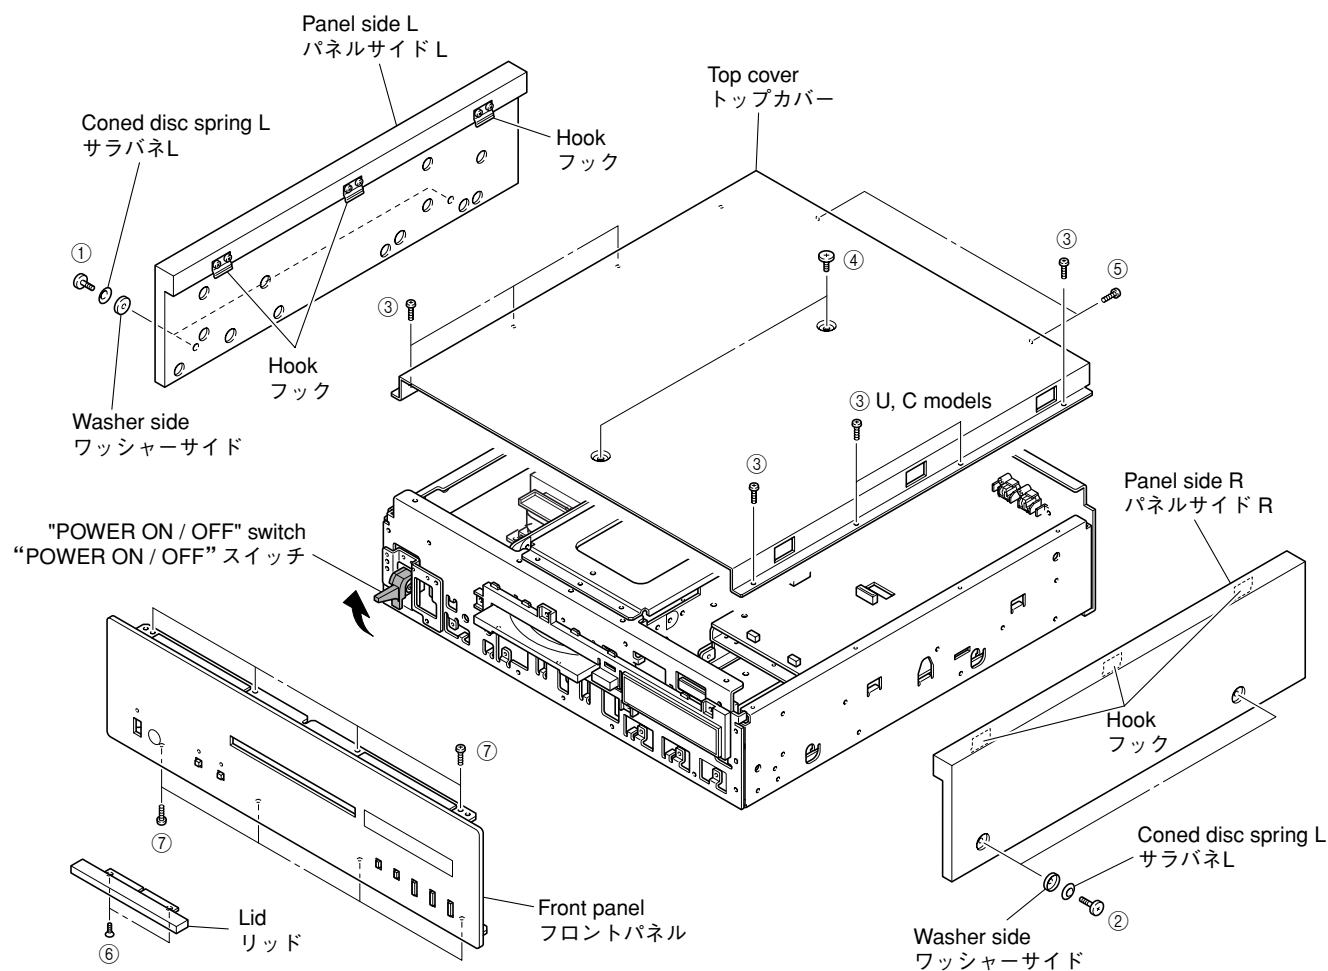

Fig. 1
- Remove 2 screws (①), coned disc spring L and washer side. (Fig. 1)
- Lift the panel side L a little, release hooks at 3 locations and then remove the panel side L. (Fig. 1)
- Remove 2 screws (②) and then remove 2 washers. (Fig. 1)
- Lift the panel side R a little, release hooks at 3 locations and remove the panel side R. (Fig. 1)
- ①のネジ2本、サラバネL、ワッシャーサイドを外します。(Fig. 1)
- パネルサイドLを少し持ち上げ、3ヶ所のフックを外し、パネルサイドLを取り外します。(Fig. 1)
- ②のネジ2本を外し、ワッシャーサイド2個を外します。(Fig. 1)
- パネルサイドRを少し持ち上げ、3ヶ所のフックを外し、パネルサイドRを取り外します。(Fig. 1)
- Remove 7 (U, C models) / 5 (R, T, K, A, B, G, L models) screws (③), 2 screws (④) and 2 screws (⑤). (Fig. 1)
- Remove the top cover. (Fig. 1)
- ③ネジ5本、④のネジ2本、⑤のネジ2本を外します。(Fig. 1)
- トップカバーを取り外します。(Fig. 1)
c. Using a phillips screwdriver, remove 2 screws (⑥) and then remove the lid. (Fig. 1)
e. Remove 8 screws (⑦). (Fig. 1)
g. Remove the front panel forward gradually, using care not to cause any damage to the "POWER ON/OFF" switch. (Fig. 1)
c. プラスドライバーで⑥のネジ2本を外し、リッドを取り外します。(Fig. 1)
e. ⑦のネジ8本を外します。(Fig. 1)
g. "POWER ON/OFF"スイッチに傷つかないようにフロントパネルを前方へゆっくり取り外します。(Fig. 1)